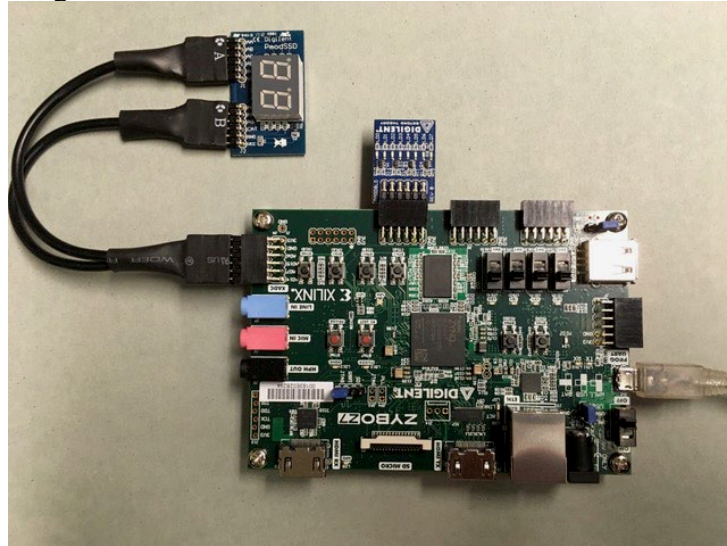

Figure 7. Montage pour additionneur 4 bits
- 2- Dans le code VHDL, ajoutez la déclaration de votre le « *composant* » *Add4bits* dans *AppCombi_top* et instanciez-y une unité de ce module avec les branchements (*port map*) sur les signaux *d_opa*, *d_opb*, *d_cin*, *d_sum*, *d_cout* déjà préparés dans le circuit. Les interrupteurs SW(3 :0) et BTN (3 :0) seront utilisés comme entrées et la somme sera branchée sur iAFF0(3 :0) de l'instance *inst_aff* comme le démontre la Figure 7 ci-dessous. Cout pourra être branché sur *o_led6_r* et sur le LSB de i_AFF1(3 :0).